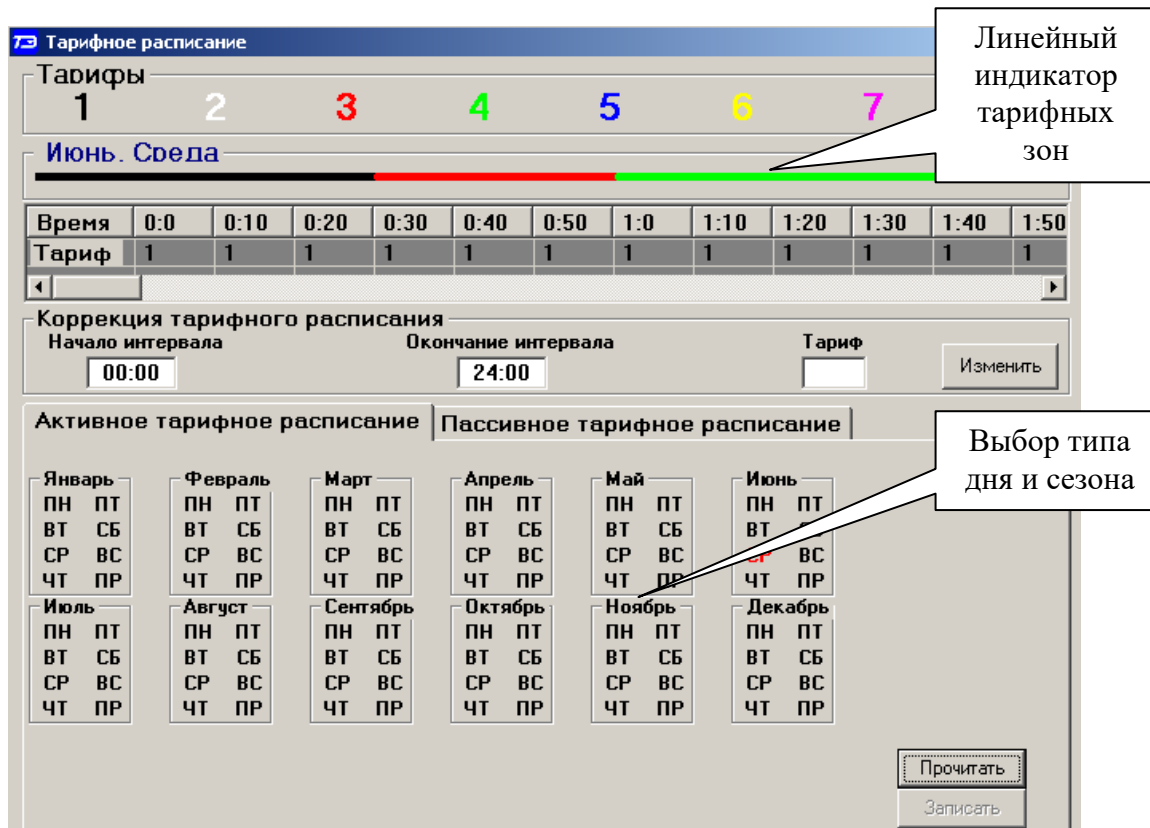

Рисунок 9 - Форма «Тарифное расписание», вкладка «Активное тарифное расписание»
4.10.2.1 Чтение активного тарифного расписания производится по кнопке «Прочитать», расположенной на поле вкладки «Активное тарифное расписание» (рисунок 9).